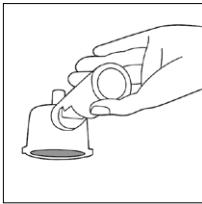

Figura 20
- No llene en exceso el filtro con café molido (Figura 20), ya que esto causaría un cierre indebidamente del portafiltro, lo que podría resultar en fugas y derrames en el sellado.